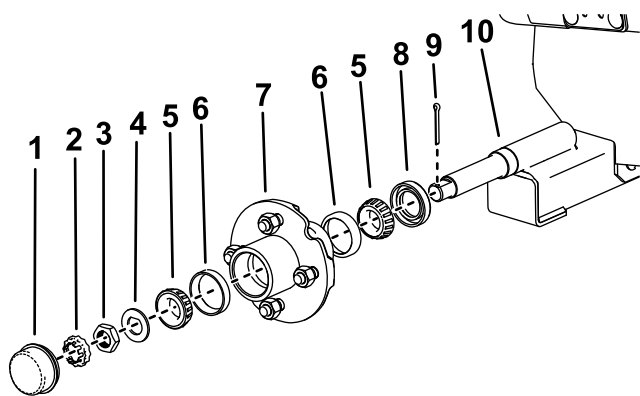

図 16
3. ホイールハブについているダストキャップを取り外す 図 16。
4. コッターピンとリテーナロックナットを外す 図 16。
5. アクスルから、ハブナット、スピンドルワッシャ、ハブアセンブリを外す 図 16。
3. 図 16のように、ハブアセンブリにベアリングカップとベアリングを取り付ける。
1. ハブアセンブリとスピンドルワッシャを 図 16のように取り付ける。